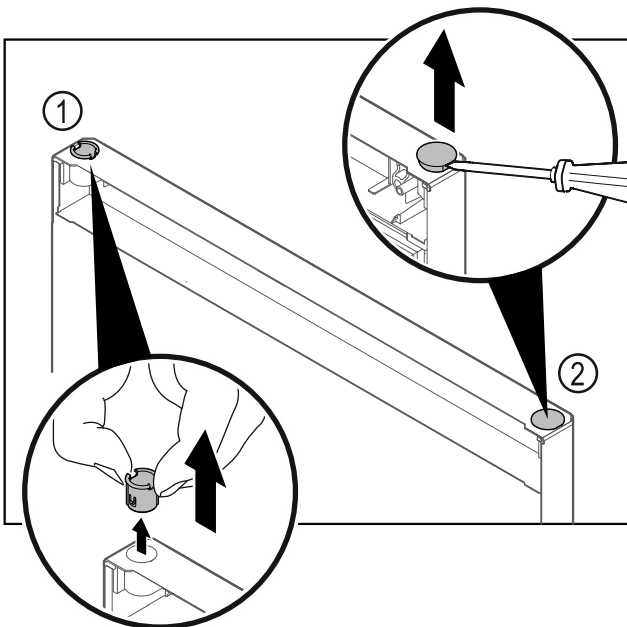

Fig. 39 Dør fryseeksjon
- ▶ Trekk ut hengselbøssingen Fig. 39 (1) med fingrene.
- ▶ Løft dekkstøpselet Fig. 39 (2) forsiktig opp med en skruetrekker, og trekk det av.